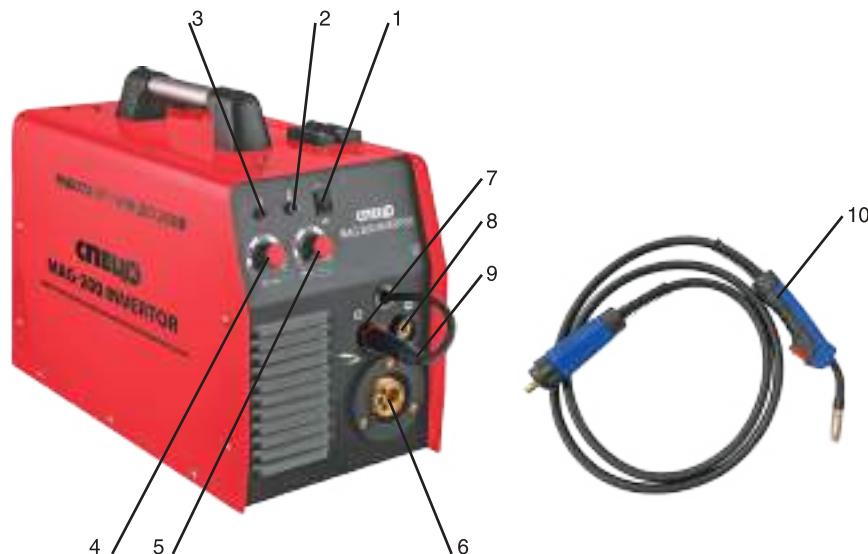

Рисунок 1. Общий вид.
На рис.1 представлен общий вид полуавтомата.
7.1.3. Включить аппарат выключателем на задней панели, загорится индикатор-2, см.рис.1.
7.1.4. Клавишей выбора режимов-1, см. рис.1, выбрать режим «MMA»
7.1.5. Установить регулятор сварочного тока-5, см.рис.1, в необходимое положение.
7.2.1 Подсоединить газовую горелку, затем кабелем-9, см.рис.1, выбрать необходимую полярность на горелке
7.2.9. Включить аппарат выключателем на задней панели, загорится индикатор -2, см.рис.1.
7.2.10. Клавишей выбора режимов-1, см.рис.1 выбрать режим MAG
7.2.18. Установить регулятор сварочного тока-5, см.рис.1 в необходимое положение.